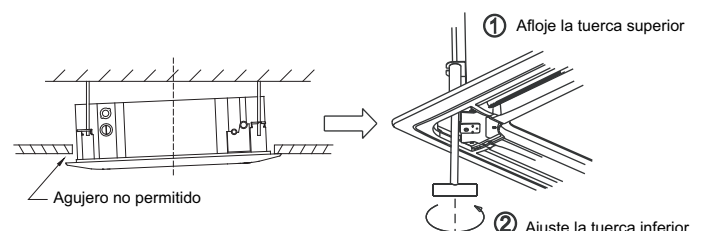

Fig. 1-13
- Si el espacio entre el panel y el techo todavía existe después de la fijación de los tornillos, la altura de la unidad interior deberá ser modificada de nuevo (Ver Fig. 1-13).
- Puede modificar la altura de la unidad interior a través de las aperturas en las cuatro esquinas del panel, si esto no influye la elevación de la unidad interior y el tubo de desagüe (Ver Fig. 1-13).